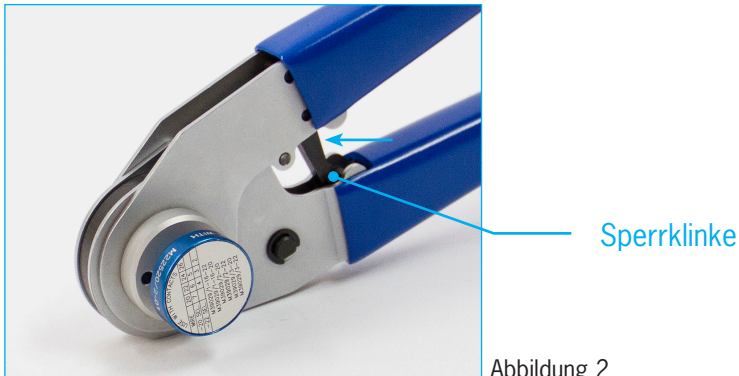

Abbildung 2
- die Sperrklinke mit einem geeignetem Werkzeug (z.B. Schraubendreher, Innensechskantschlüssel usw.) wie in Abbildung 2 dargestellt nach oben drücken.